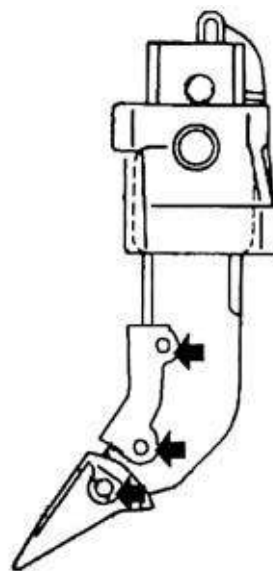

Рис. 7-10
7.8. Замена наконечника зуба и защитной детали (Рис. 7-10)